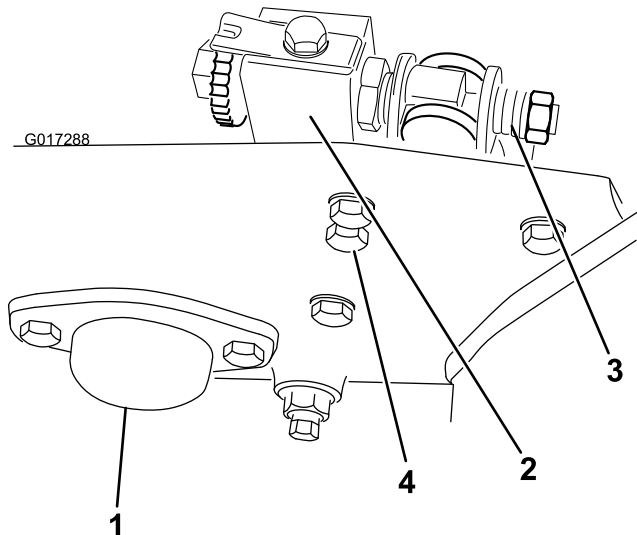

図 3
5. エンドキャップを左リールベアリングハウジングと機体のサイドプレートに固定しているキャップスクリュ (2本) とロックナットを外す。今後、グルーマを外した場合に備えて、これらのエンドキャップや取り付けねじは保管しておく (図 3)。
6. 7/8 インチの標準レンチを使用して、左右のベッドバーアジャスタについているスプリングテンションねじをゆるめる (図 3)。スラストワッシャがベッドバーに押し付けられなくなるまでスプリングをゆるめる。
7. 左ベッドバー調整フレームをサイドプレートに固定しているキャップスクリュ (2本) とワッシャを外す (図 3)。